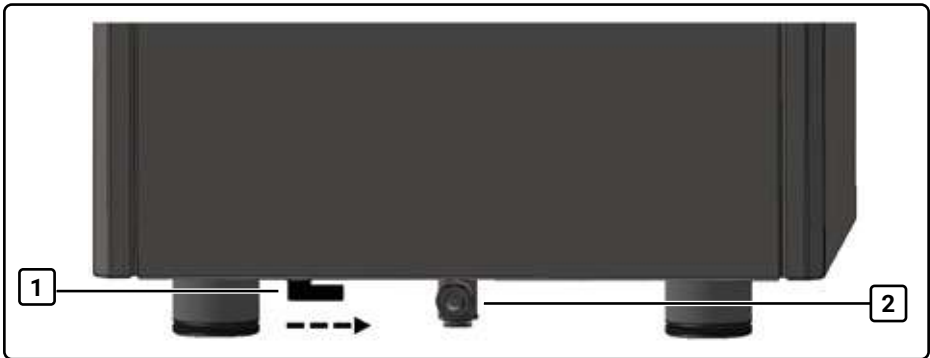

Abb. 4 Rückansicht mit Drehventil und Wasseranschlussstutzen
1. Drehventil (1, Abb. 4) in die Tankmodus-Stellung bringen. Das Ventil zeigt zum Wasseranschlussstutzen (2, Abb. 4).